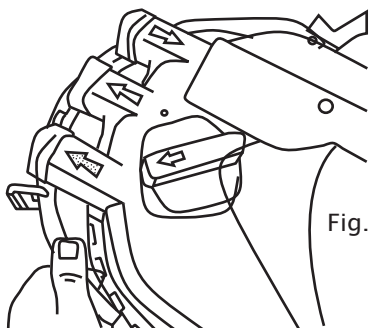

Fig. 8
11. Recoloque o anel de fixação. Alinhe os recortes do anel de fixação com a saída, a entrada e a saída de drenagem, e feche o anel de fixação. Fig. 8